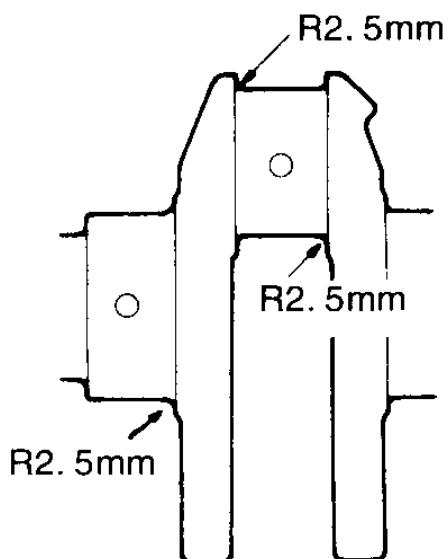

图2-105 主轴颈和曲柄销的圆角尺寸
(3) 当曲轴被加工减小尺寸时，最后应将主轴颈和曲柄销的圆角加工成规定的半径大小(图2-105)。